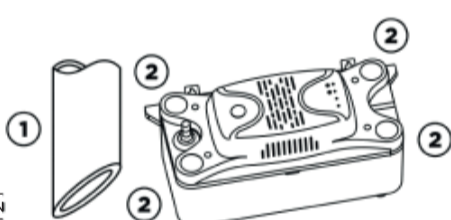

Рис. 3
- Протяните гибкую трубку от поддона испарителя до насоса и направьте ее конец, предварительно срезав его под углом более 30 градусов (рис. 3, поз. 1), в одно из четырех приемных отверстий (рис. 3, поз. 2) на глубину 3-8 см. Убедитесь, что конденсат беспрепятственно сливается в резервуар помпы, а сама трубка не мешает работе поплавкового механизма.